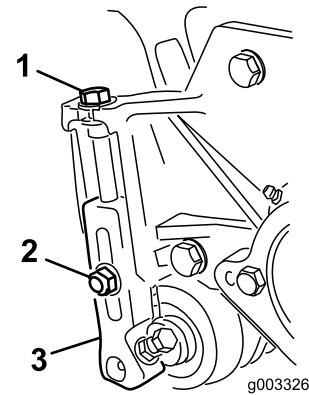

Figura 22
1. Afloje las contratuerca que fijan los brazos de altura de corte a las chapas laterales de la unidad de corte (Figura 22).